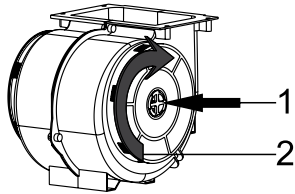

Fig. 6: KOL FILTER
1. Placera kolfiltret i dess hölje Fig. 6.